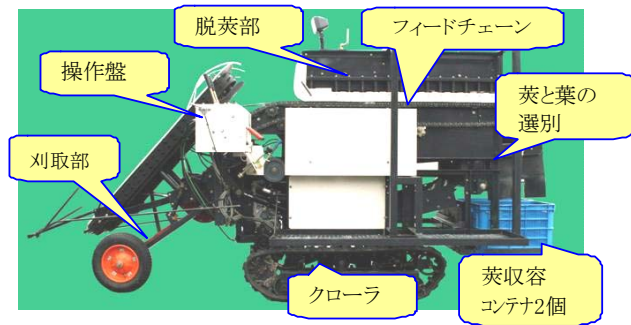

図1 機体外観 (ME-V1)
1. エダマメコンバイン（以下、開発機）は、オペレータ1名が乗車し、ほ場内で収穫・脱莢を行う自走式の作業機である。開発機は、エダマメ株を回転刃で地際から刈り取り、それを突起付ベルトとフィードチェーンで機体中央部の脱莢部へ搬送する。そこで脱莢部は枝から莢をもぎ取り、その莢を機体後部に備えたコンテナへ収納する（図1、表1）。